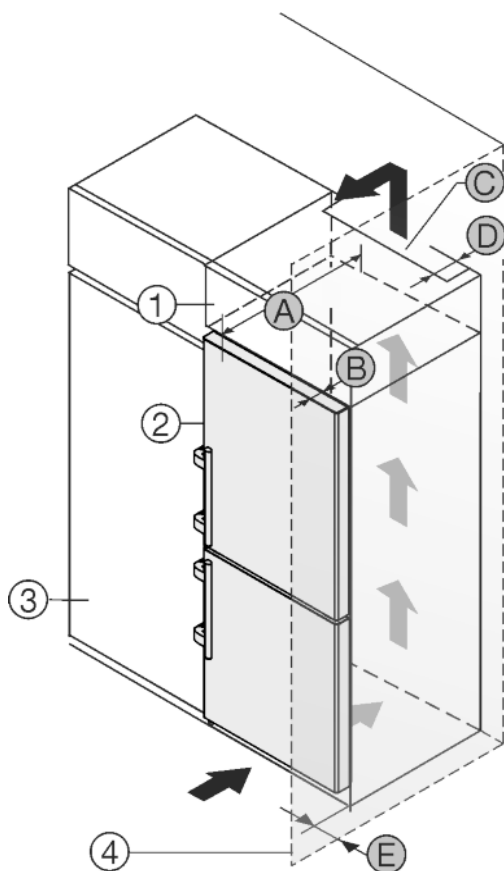

Fig. 26
Spotřebič lze zabudovat do kuchyňských skříní. K vyrovnaní spotřebiče Fig. 26 (2) na výšku kuchyňské linky lze na přístroj nasadit nástavec Fig. 26 (1).
Spotřebič lze instalovat přímo vedle kuchyňské skřínky Fig. 26 (3). Aby bylo možné dvířka plně otevřít, musí spotřebič přesahovat o hloubku Fig. 26 (B) vůči přední linii kuchyňské skřínky. V závislosti na hloubce kuchyňských linek a použití vymezočů odstup od stěny může spotřebič vyčnívat dále.
- Na zadní straně skřínky nástavce musí být větrací šachta hluboká alespoň hloubku Fig. 26 (D) mm přes celou šířku nástavce skřínky.
- Pod stropem místnosti musí být dodržen ventilační průřez Fig. 26 (C).
Pokud je spotřebič se závěsy instalován vedle stěny Fig. 26 (4), musí být dodržena vzdálenost Fig. 26 (E) mezi spotřebičem a stěnou. To odpovídá přesahu madla při otevřených dveřích.